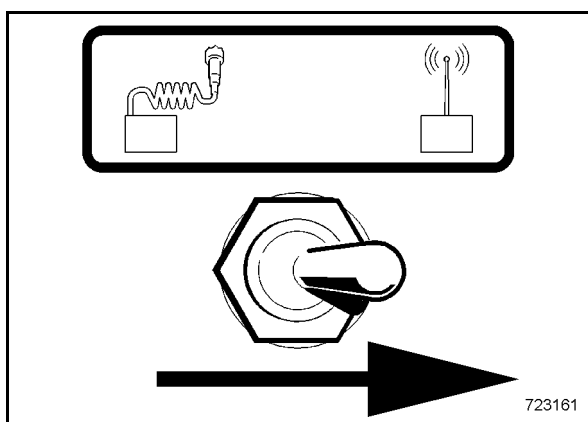

Рис. 55
- Установить тумблер (Рис. 55) в положение дистанционного управления.